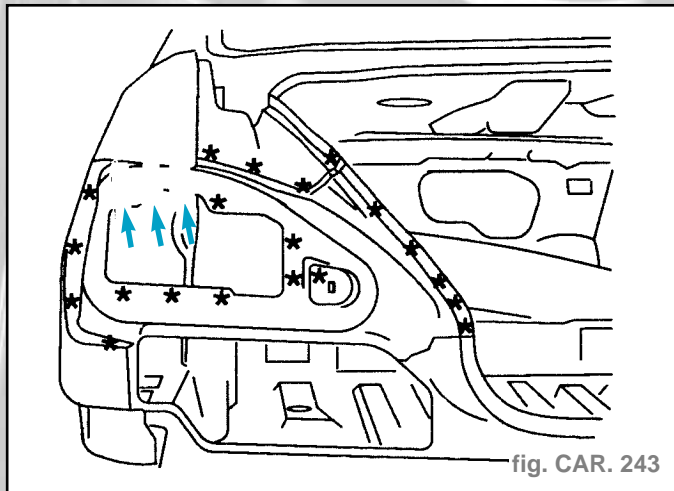

fig. CAR. 243
- Découper par fraisage des points (fig. CAR. 243).